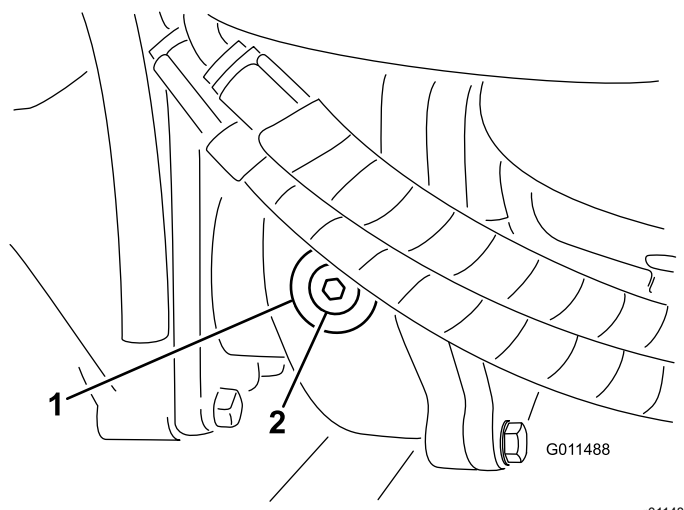

Figure 59
2. Enlevez le bouchon de contrôle/remplissage du côté gauche du boîtier d'engrenages et vérifiez que le lubrifiant atteint la base de l'orifice (Figure 59).